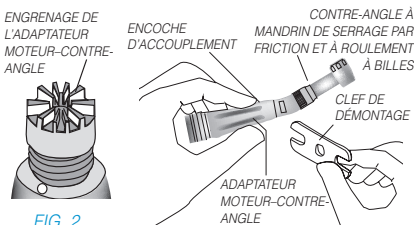

FIG. 2
- Vissez à la main le contre-angle sur l'adaptateur moteur-contre-angle, pièce StarDental Titan 3 n° 264073 ou Titan T n° 263970. Vissez jusqu'au bout. (Fig. 2)